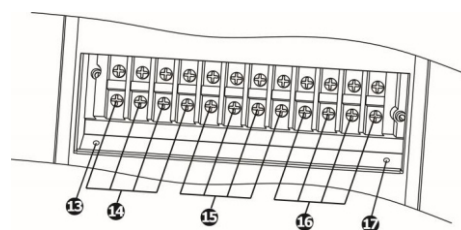

Figura 2: 10K/20K Terminales de Entrada / Salida
1. Puerto de comunicación RS-232 | 2. Puerto de comunicación USB | 3. Conector para la función de apagado de emergencia: EPO (Emergency Power Off) | 4. Puerto para compartir corriente (varía en función del modelo) | 5. Puerto paralelo (varía en función del modelo) | 6. Slot Inteligente para tarjetas SNMP/Web y AS400 | 7. Ventilador | 8. Terminal para la batería externa (varía en función del modelo) | 9. Disyuntor del circuito de entrada del bypass (sólo para unidades de entrada dual) | 10. Terminal de Entrada / Salida (vea figura 2) | 11. Disyuntor de línea de entrada | 12. Interruptor del bypass de mantenimiento | 13. Terminal salida Tierra | 14. Terminal de salida: para cargas críticas | 15. Terminal de Línea de entrada | 16. Terminal de entrada bypass (sólo para unidades de entrada dual) | 17. Terminal entrada Tierra